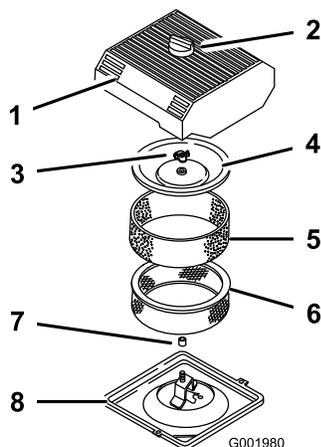

図 45
3. エアクリーナを外したときエンジン内部に異物が入らないよう、周辺をきれいに拭く(図 45)。
4. エア・クリーナのカバーのノブをゆるめてカバーを外す(図 45)。
5. ペーパー・エレメントからスポンジ・エレメントを注意深く取り外す(図 45)。
6. カバー・ナットを外し、カバーとペーパー・エレメントを外す(図 45)。
1. ペーパー・エレメントにスポンジ・エレメントを注意深く取り付ける(図 45)。
3. カバー・ナットを取り付けて指締めする(図 45)。
4. エア・クリーナのカバーとノブを元通りに取り付ける (図 45)。